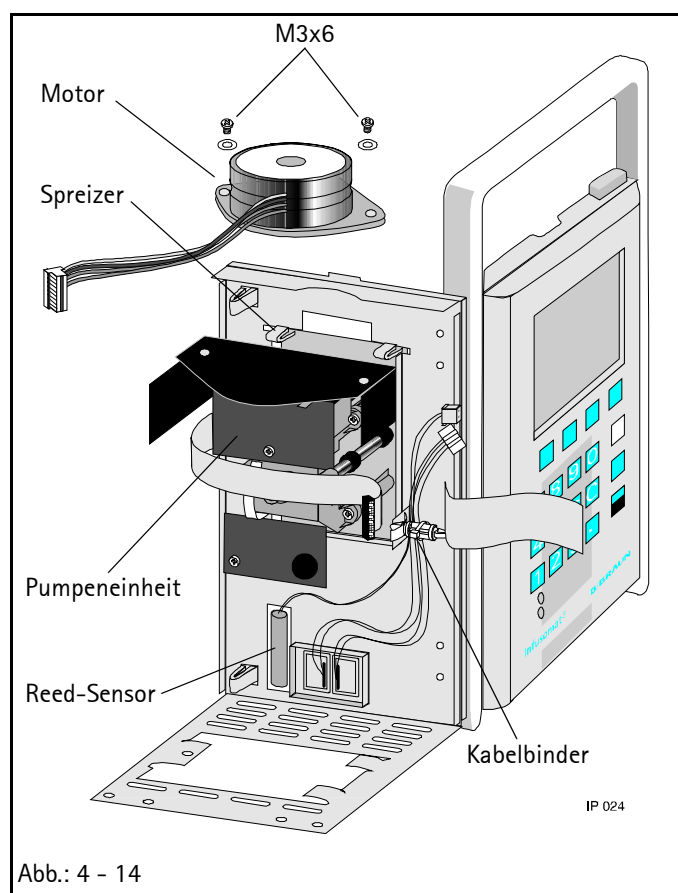

Abb.: 4 - 14
2. Verbindungsstecker zum Netzteil sowie zur Tropfsensorbuchse abziehen, siehe Abb.: 4 - 6.
6. Reed-Sensor auf der Rückseite aus Halterung drücken, siehe auch Abb.: 4 - 14.